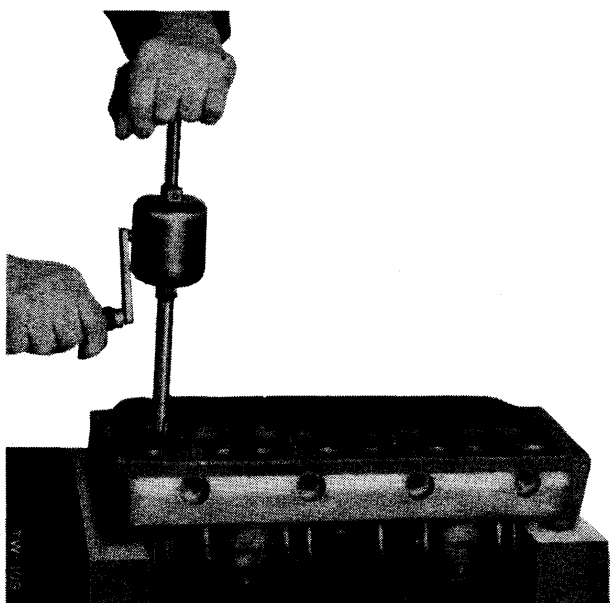

Fig. 34.- Rôdage des soupapes
- Utilisez un rode-soupape à main ou une ventouse avec une pâte à roder à grain fin (fig. 34).